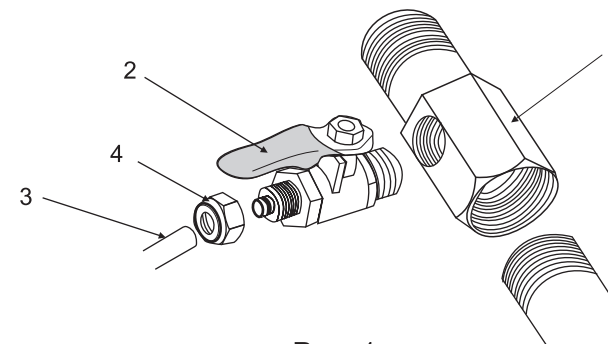

Рис. 1
1. Перекройте воду шаровым краном адаптера (рис.1)
Внимание! Перед длительным перерывом в использовании системы или отъездом необходимо перекрыть подачу воды при помощи шарового вентиля (рис.1). При повторном включении системы сливать очищенную воду в течение 5 минут.